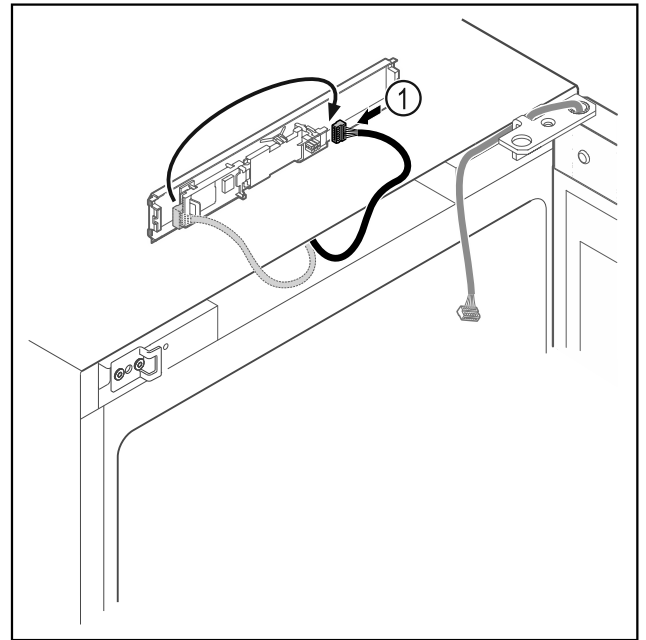

Fig. 19
- Stekker Fig. 19 (1) op printplaat verwisselen.